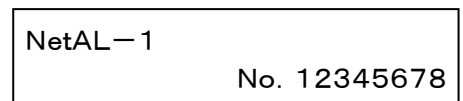

図 9-4 装置番号表示画面
- ・ 工場出荷時に設定された、機器固有のシリアル番号を表示します。(図 9-4)